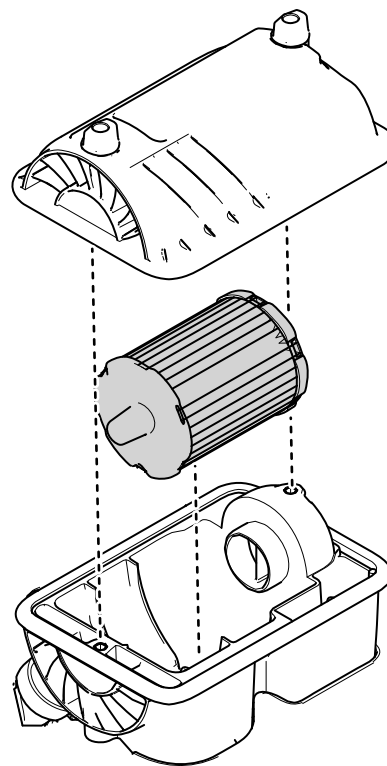

Figura 28
1. Glisați ușor elementul filtrului de aer din corpul filtrului de aer (**Figura 28**).
4. Montați capacul filtrului de aer (**Figura 28**).